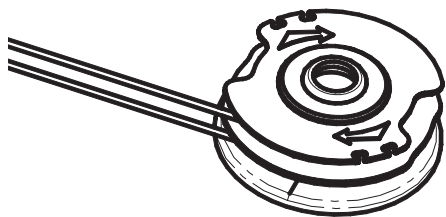

Fig. 23
4. Enrolle la línea en el carrete girando el mismo como indican las flechas en la Fig.23.